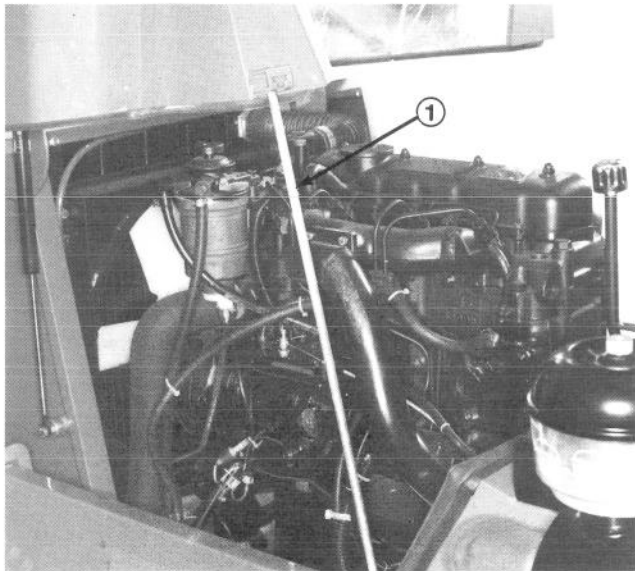

Bild 2
2. Die Motorhaube öffnen und mit Hilfe des Haubenständers hochstellen (Bild 2).